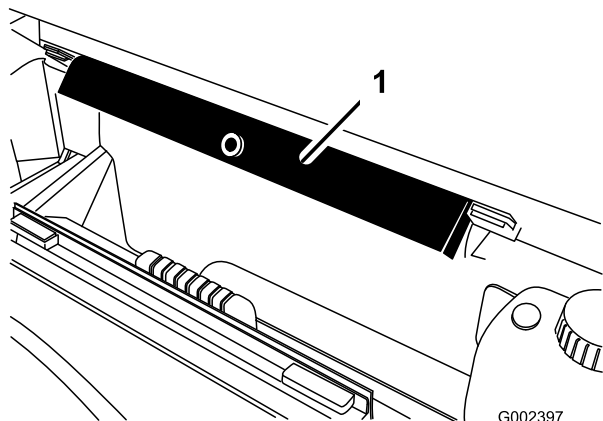

Рисунок 99
- Выньте опору кузова из кронштейнов для хранения на задней стороне панели конструкции ROPS (Рисунок 99).